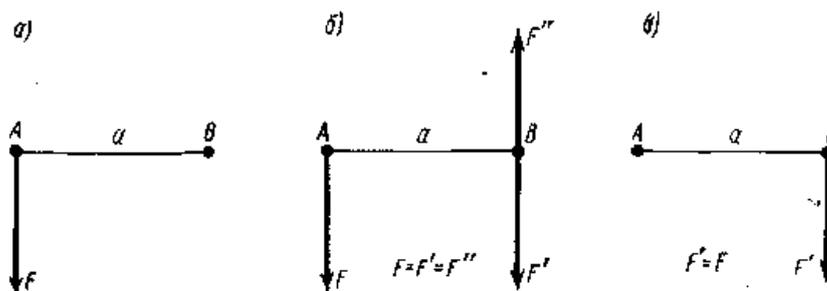

Рисунок 1
1. Сравните три варианта сил, показанные на рис. 1, а, б, в, и решите, какое из приведенных утверждений правильно.